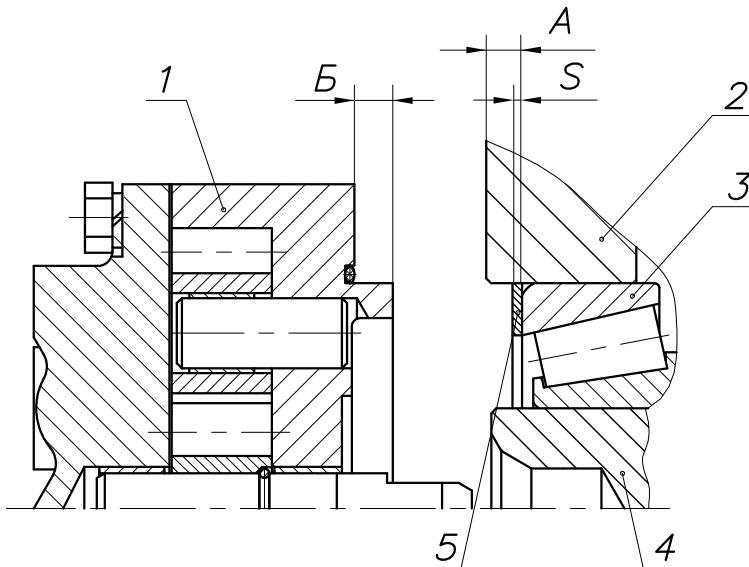

Рис. 27:
5.1. Установить в расточку картера коробки передач наружное кольцо переднего подшипника промежуточного вала, после чего замерить абсолютную величину размера А (между торцами картера и наружным кольцом подшипника) рис. 27. При этом, наружное кольцо заднего подшипника промежуточного вала должно быть плотно (под усилием собственного веса вала) прижато к торцу проставки демультипликатора, а наружное кольцо переднего подшипника - к роликам. Перед замером промежуточный вал провернуть не менее пяти оборотов.